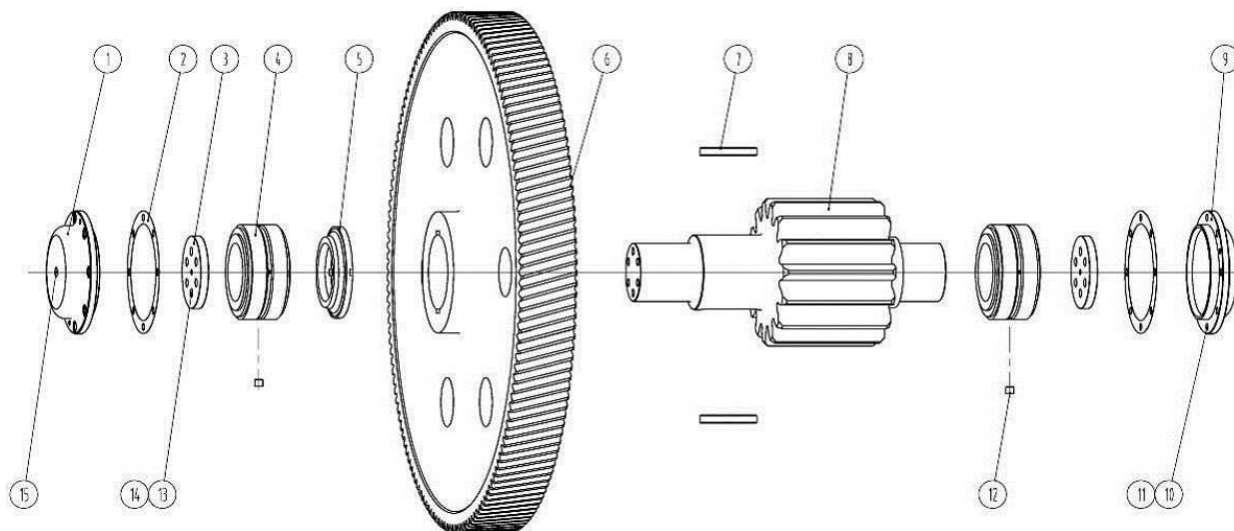

Рисунок 9-7. Средний (промежуточный) шестеренчатый вал
2. Снимите нижний плоский болт и пружинную шайбу с крышки подшипника промежуточного вала, снимите пакет прокладок с корпуса подъемного редуктора (см. рисунок 9-7). Сохраните эти пакеты прокладок для повторной сборки
Демонтаж промежуточного вала проводится следующим образом (см. рисунок 9-7):